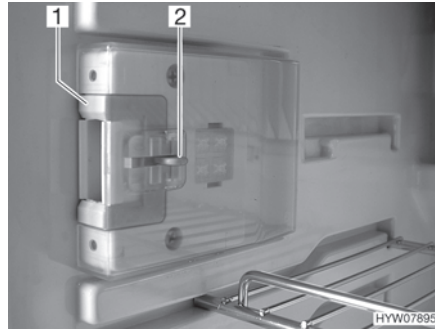
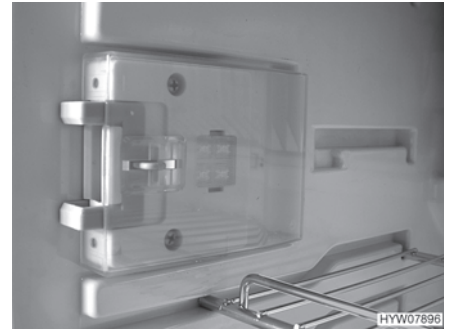

Fig. 161 Dispositivo de cierre (posición normal)
Fig. 162 Dispositivo de cierre (posición de ventilación)
- Hundir el desbloqueo (Fig. 161,2).
- Empujar el dispositivo de cierre (Fig. 161,1) hacia delante (Fig. 162).